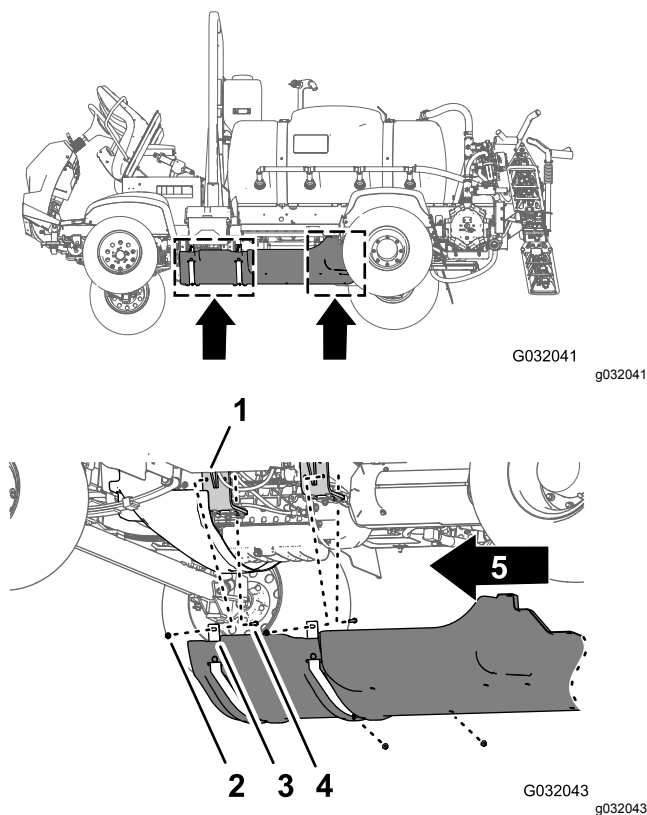

Figure 179
- Alignez le carénage de soubassement sur le châssis inférieur de la machine (Figure 179).
- Glissez les barrettes de support du carénage de soubassement par dessus les boulons et le boulon de carrosserie sur les supports du moteur de la machine (Figure 179).
- Fixez le carénage de soubassement aux supports du moteur et aux boulons (Figure 179)